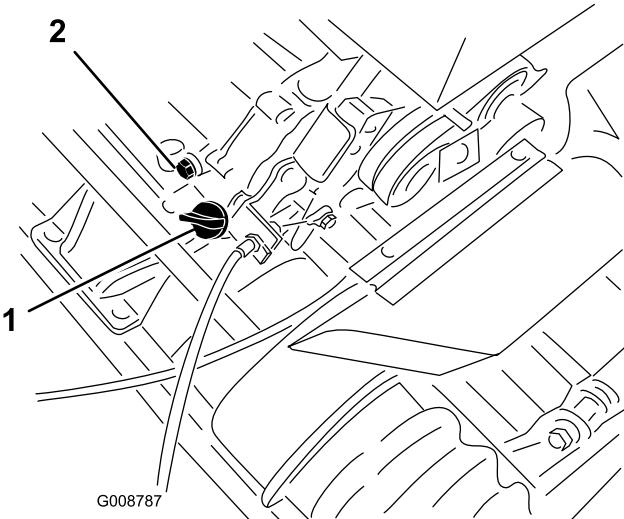

図 26
1. エンジンが水平になるように駐車し、オイルゲージの周囲をきれいに拭く(図 26)。
2. 機体下にあるドレンプラグ(図 26)の下に廃油受けを置く。